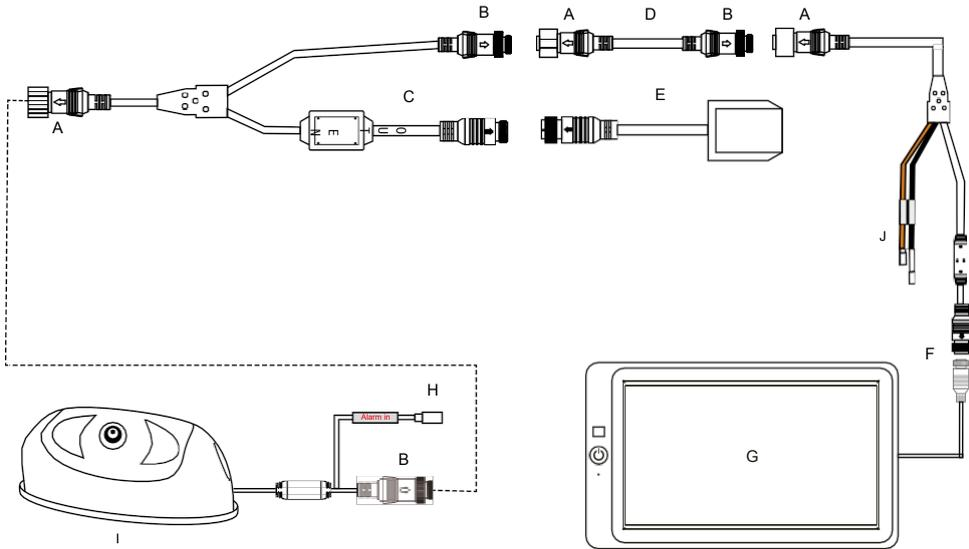

Fig. 3: Conexión de la antena GPS y la entrada de alarma
- **Adaptador 5:** Antena GPS (Fig. 3)